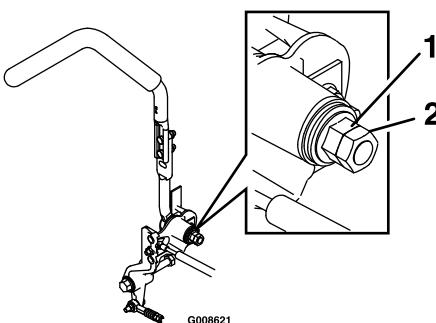

Figure 64
2. Desserrez l'écrou de blocage (Figure 64).